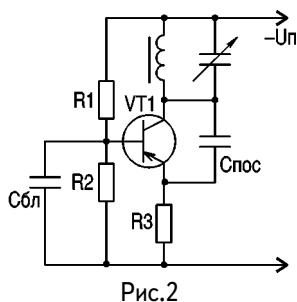
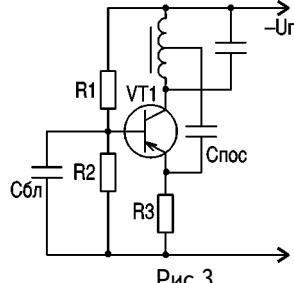

Рис.2
Рис.3
С4 назван конденсатором в цепи положительной обратной связи (ПОС) правильно, хотя несет еще и второстепенную функцию - разделяет VT1 и VT2 по постоянному току. Для возникновения колебаний в любом усилителе необходимо и достаточно включить между его входом и выходом цепь ПОС и обеспечить баланс амплитуд и баланс фаз. Баланс амплитуд достигается достаточным усилием VT1, включенным по схеме с общей базой. Баланс фаз в генераторах с ОБ обеспечивается включением конденсатора ПОС между эмиттером и коллектором (**рис.2**). Для уменьшения влияния цепи ПОС на ПДК в нем делают отвод (**рис.3**), что для генераторов с переключаемыми контурами требует дополнительного введения еще одной галеты в переключателе диапазонов, усложняя конструкцию. Обе эти схемы хороши для генераторов с фикси-
рованной частотой, когда величину ПОС возможно выбрать оптимальной. В перестраиваемых генераторах неизбежно сказываются фазовые сдвиги при перестройке частоты ПДК, поскольку величина ПОС остается неизменной и перестает быть оптимальной, а также отрицательное влияние нагрузок (входное и выходное сопротивление усилителя с ОБ) на цепь ПОС, которые в генераторах с ОБ могут отличаться на 1-2 порядка. Все это в комплексе приводит к уменьшению диапазона перестройки и ухудшению спектральной чистоты генерируемого сигнала. Вышесказанное в полной мере касается VT1 ЗГ БГ. Транзистор VT2 в ЗГ БГ выполняет две функции - служит трансформатором высокого выходного сопротивления генератора на VT1 в его низкое входное сопротивление, которые одного порядка с входным и выходным сопротивлениями VT2, включенным по схеме с ОК, и усиливает сигнал ПОС по току, что благоприятно отражается на генераторных свойствах двухтранзисторного генератора по сравнению с однотранзисторным. Помимо рис.2 (PK1/2000), двухтранзисторный усилитель по структуре ОЭ-ОК с эмиттерной связью использован в качестве компаратора рис.3 (PK1/2000), что свидетельствует об определенной
*Какие изменения нужно внести при применении в ЗГ в качестве С3 (рис.2, РК1/2000) конденсатора КПЕ с пределами изменения емкости 12-495 или 9-270 пФ?*
И последнее. Резистор R2 (рис.3, РК1/2000) должен иметь сопротивление 100 кОм.